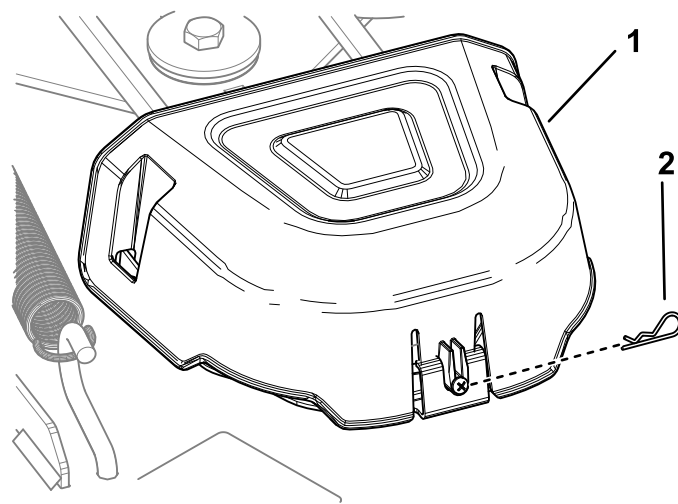

Figura 58
4. Retire el pasador de horquilla y presione la pestaña de la cubierta para retirar las cubiertas de las poleas (Figura 58).